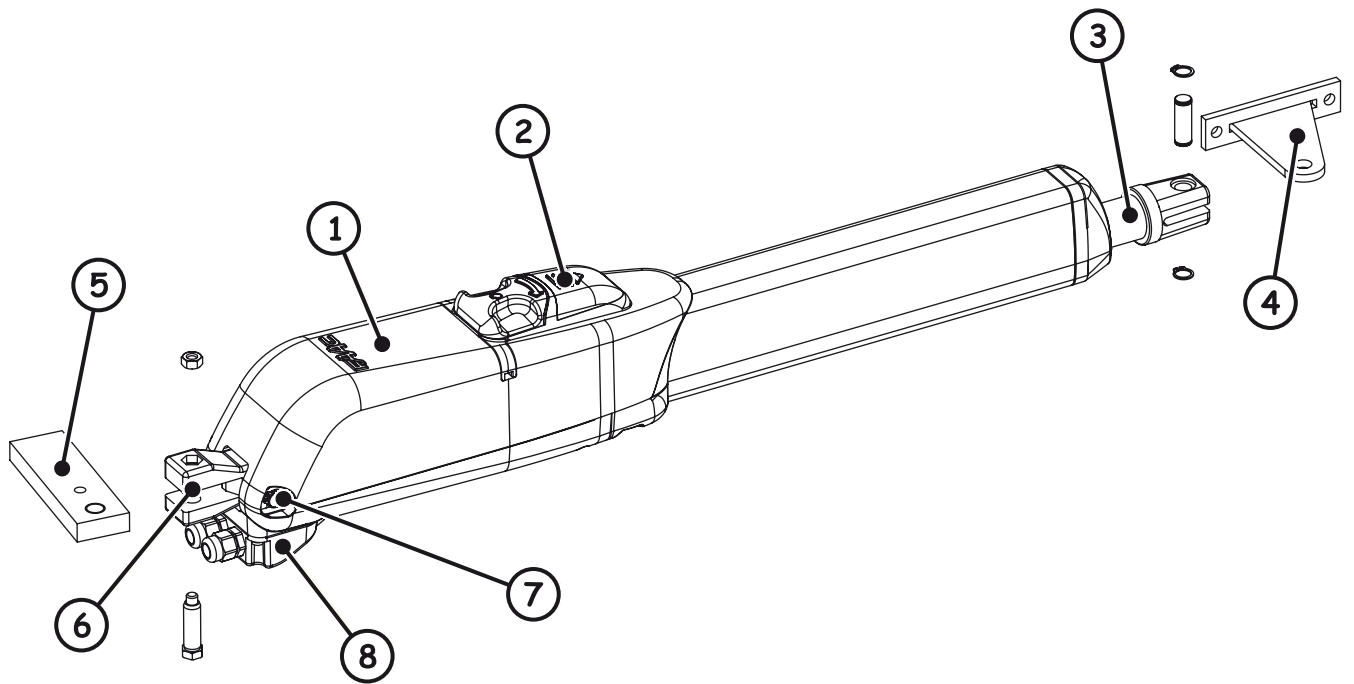

Fig. 1
1. BESCHREIBUNG (Abb. 1)	Seite.18
1. BESCHREIBUNG (Abb. 1)